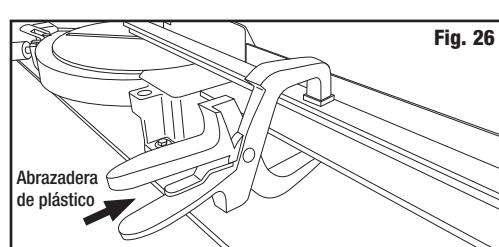

Fig. 26
- Para más seguridad, se pueden utilizar unas abrazaderas de plástico. (Fig. 26)